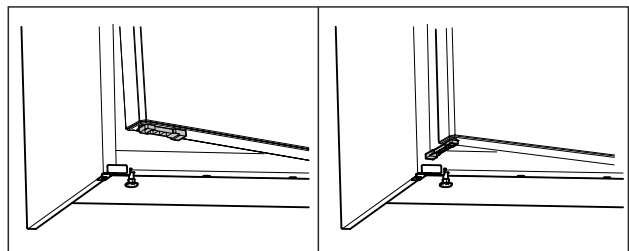

Fig. 54 *
- ▶ Rrotulloni me 90° kufizuesin e hapjes së derës. (shihni Fig. 54) *